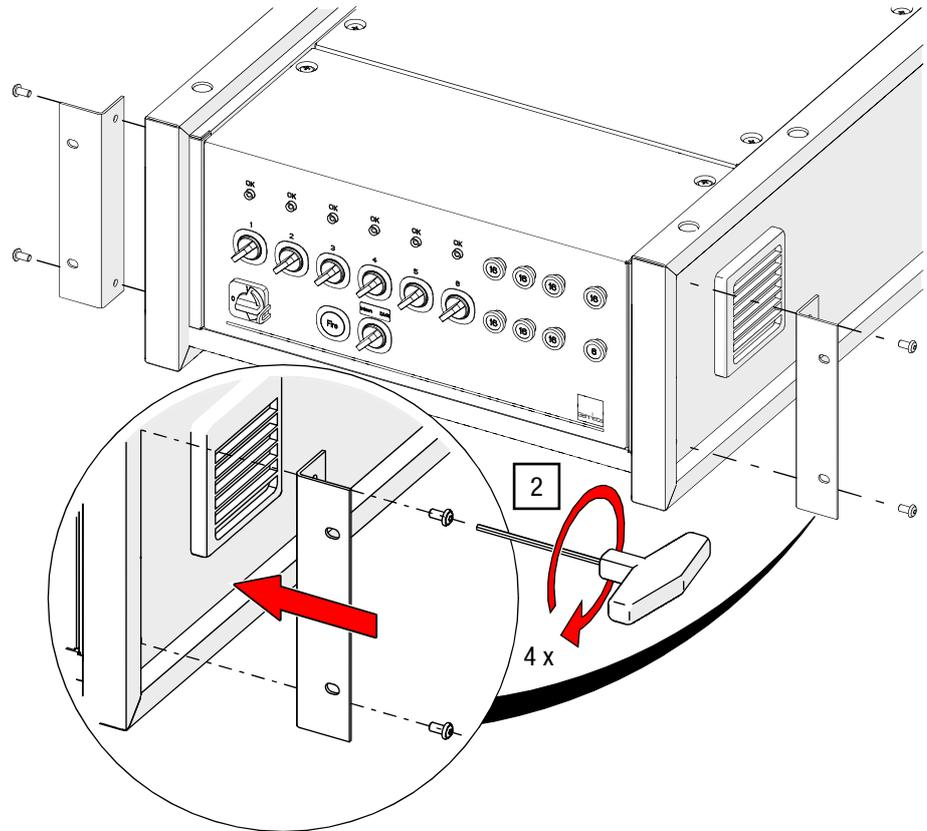

Abb. 25: Rack-Montagewinkel anschrauben
- Rack-Montagewinkel anschrauben 2. Schrauben Sie die Montagewinkel mit den Innensechskantschrauben auf der linken und rechten Seite der Steuerung G-FRAME fest (siehe Abb. 25).